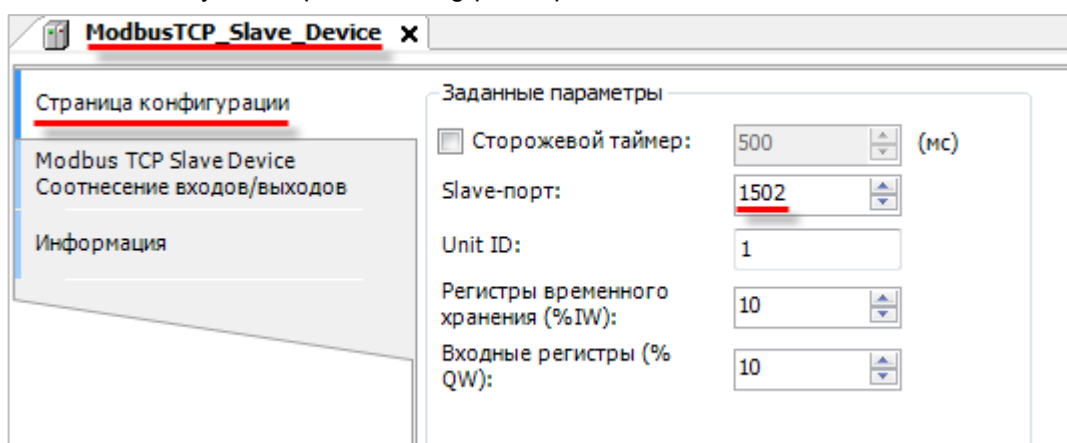

Рисунок 5.1 – Выбор порта для связи с OwenCloud в компоненте Modbus TCP Slave Device
3. В узле **OwenCloud** следует указать номер порта, заданный в компоненте **Modbus TCP Slave Device** (см. рисунок 5.1) и ввести токен прибора.